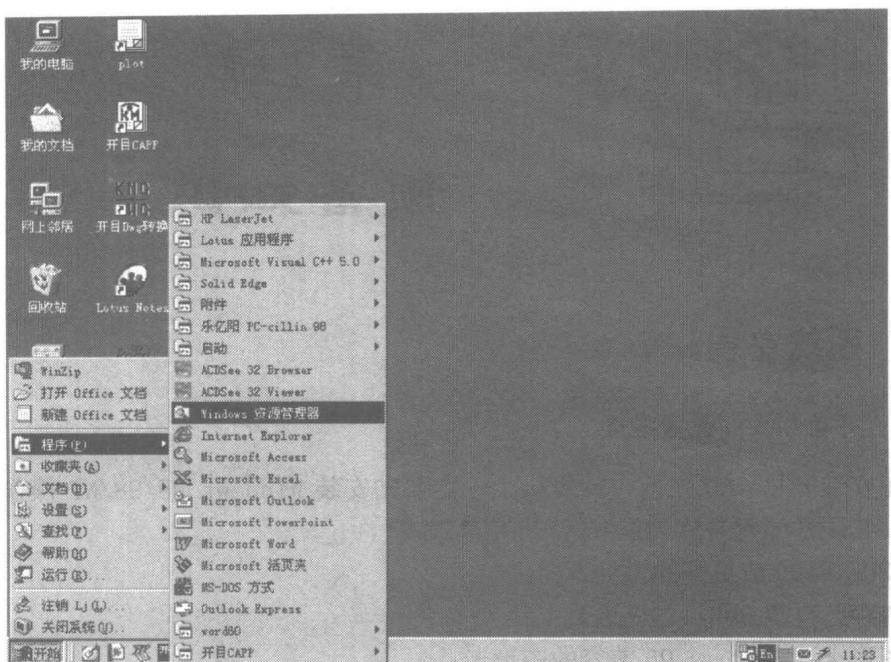

图 1-1 Windows “程序”子菜单
1. 将开目软件的光盘放入光驱中，从屏幕左下角打开“开始”菜单的级联菜单，在“程序”子菜单中找到〈Windows 资源管理器〉项，如图 1-1 所示。